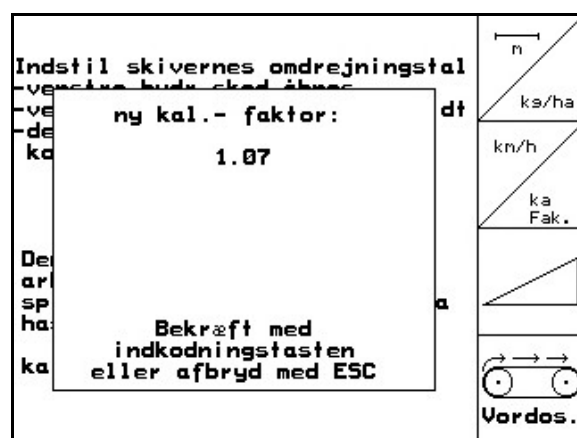

Fig. 25
- Den nye kalibreringsfaktor vises (Fig. 25).